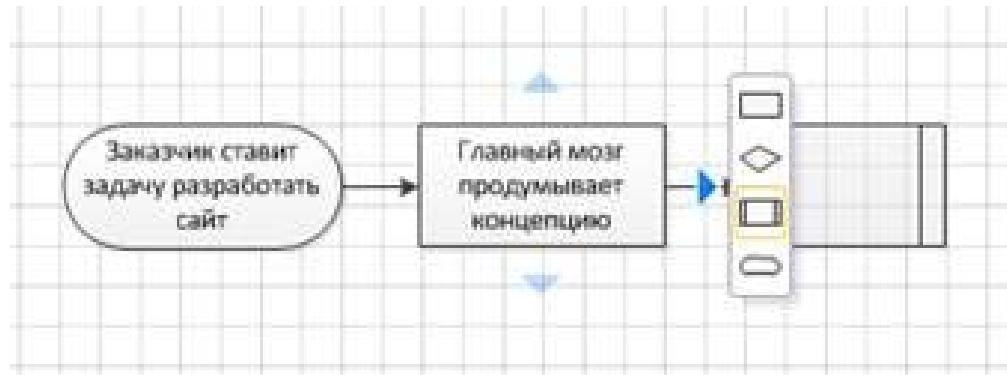

Рисунок 1 – Быстрое добавление функциональных блоков
- Вы можете перетаскивать фигуры на лист, а затем соединять их стрелками, но я предлагаю не отказываться от функционала Visio , облегчающего работу. Когда вы наводите курсор мыши на один из элементов блок-схемы, на свободных её сторонах отображаются небольшие треугольники-стрелки. Наведите курсор на один из них, чтобы выбрать из появившегося списка нужную фигуру, которая автоматически будет соединяться стрелкой с блоком-родителем (см. рис. 1).